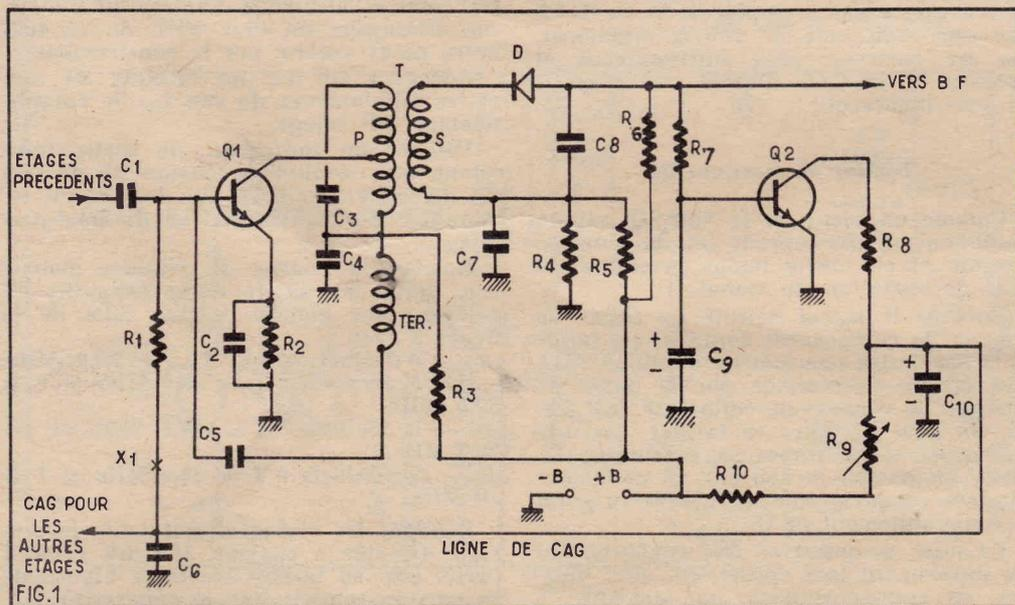

FIG. 1
Un exemple de montage de CAG pour le son est donné par le schéma de la figure 1. Il s'agit d'un amplificateur MF son à modulation d'amplitude (AM) conformément aux standards français, belge et anglais. De l'amplificateur MF son AM on n'a représenté que le dernier transistor amplificateur Q_1 , celui qui précède le détecteur D à diode.
Voici d'abord les valeurs des éléments de la figure 1 : Q_1 = transistor amplificateur MF son type FW4296, NPN. Q_2 = transistor de commande de CAG amplifié, type FW4297, NPN également. D = détecteur son, diode type SFD104.